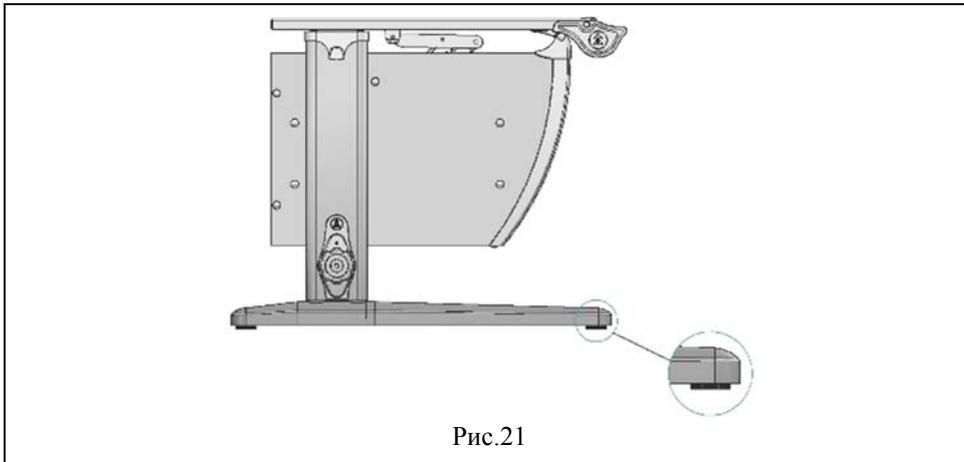

Рис.21
7.1 Стол следует устанавливать на равную горизонтальную поверхность, обеспечивающую опоры всех ножек, при необходимости отрегулировать стол ножками (см. рис. 21) до горизонтального положения столешницы.